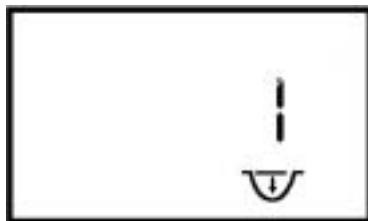

Abb. 6-8 Bildschirm mit Flex-Einstellung
HINWEIS: Die Benutzung der Flex-Funktion ist nicht für alle Patienten vorgesehen. Erscheint der in Abbildung 6-8 gezeigte Bildschirm nicht, kann diese Einstellung nicht verändert werden.
1. Auf dem Überwachungs- oder dem Standby-Bildschirm die **rechte Benutzer**-Taste drücken. Der Bildschirm mit der Flex-Einstellung erscheint (siehe Abb. 6-8).